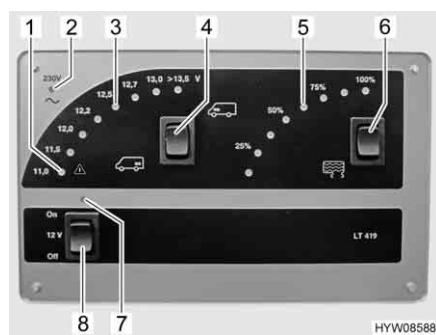

Fig. 42 Pannello di controllo LT 419
I diodi luminosi dell'indicatore Volt (Fig. 42,3) indicano la tensione della batteria.
- Spingere l'interruttore a bilico (Fig. 42,4) verso l'alto "↑": Viene indicata la tensione della batteria di avviamento.
- Premere l'interruttore a bilico (Fig. 42,4) "↓": Viene indicata la tensione della batteria dell'abitacolo.
Rispettivamente due diodi luminosi dell'indicatore del serbatoio (Fig. 42,5) mostrano il livello di riempimento.
- Premere l'interruttore a bilico (Fig. 42,6) : Viene indicato il livello del serbatoio delle acque grigie.
La spia luminosa rossa ALARM (Fig. 42,1) inizia a lampeggiare non appena la tensione della batteria dell'abitacolo scende al di sotto di 11 V (misurazione durante il normale esercizio) con conseguente rischio che la batteria si scarichi troppo.
L'interruttore principale a 12 V (Fig. 42,8) inserisce o disinserisce il pannello di controllo e l'alimentazione a 12 V dell'abitacolo.
- Premere in alto l'interruttore a bilico (Fig. 42,8) "On": L'alimentazione a 12 V dell'abitacolo è inserita. La spia di controllo (Fig. 42,7) diventa verde.
- Premere in basso l'interruttore a bilico (Fig. 42,8) "Off": L'alimentazione a 12 V dell'abitacolo è disinserita. La spia di controllo (Fig. 42,7) si spegne.
La spia di controllo a 12 V (Fig. 42,7) si accende non appena l'interruttore principale a 12 V (Fig. 42,8) viene inserito.
La spia gialla di controllo a 230 V (Fig. 42,2) si accende quando all'ingresso della centralina elettrica è presente una tensione di rete.